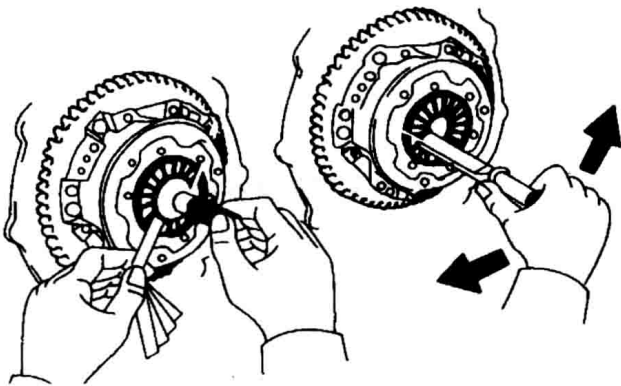

图 1-13 膜片弹簧变形的检修
(2) 膜片弹簧变形的检修。用专业工具盖住弹簧分离指内端（小端），然后用塞尺测量弹簧内端与专用工具之间的间隙。弹簧内端应在同一平面内，间隙不应超过 0.5mm 。否则用维修工具将变形过大的弹簧分离指翘起以进行调整，如图1-13所示。